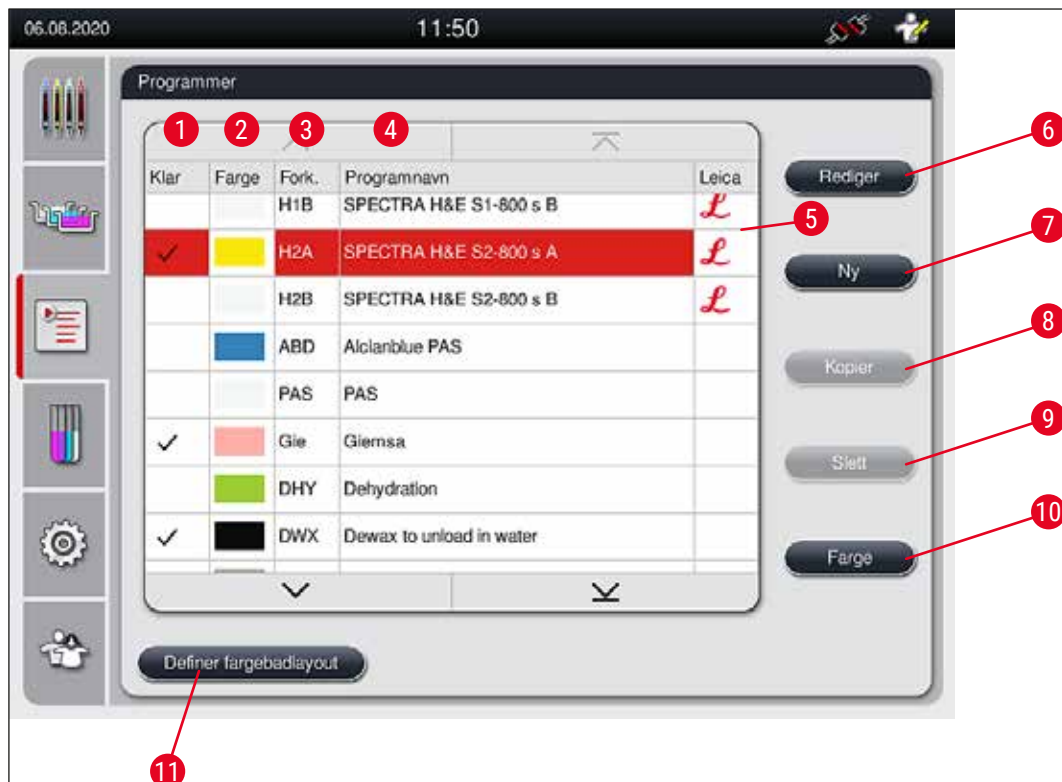

Fig. 41
- Du tilordner en stativhåndtaksfarge til et program ved å trykke på det aktuelle programmet i programlisten (→ "Fig. 41") for å velge det.
Noen Leica fargingsprogrammer kan brukes parallelt med forskjellige innstillinger (fargeintensitet, ovnstrinn) (→ S. 69 – 5.9.3 Tilpassing av Leica H&E fargeprogram). Disse programmene er dobbelt forhåndsinstallert i programlisten (→ "Fig. 41"). For å skille mellom disse dobbelt forhåndsinstallerte Leica H&E fargingsprogrammene vises forkortelsene S1A og S1B eller S2A og S2B i programlisten. Disse programmene inneholder nøyaktig de samme programtrinnene. Dersom to identiske programmer integreres i fargebadlayouten, må man også skanne og fylle to identiske Leica fargingssett.